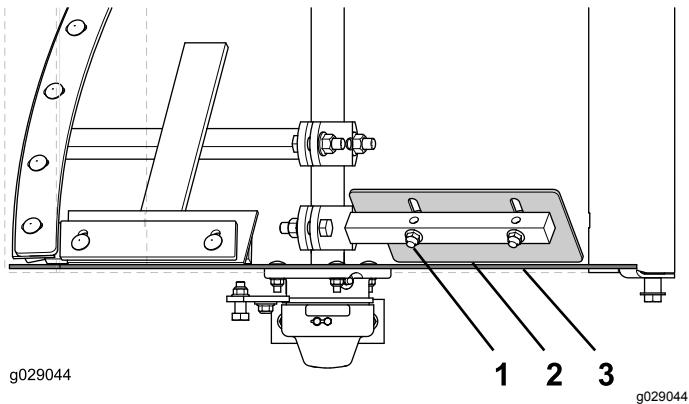

Figura 73
2. Afloje los pernos de cabeza redonda y las contratuerzas prensadas que sujetan la paleta de extremo ajustable a la paleta fija. (Figura 73)